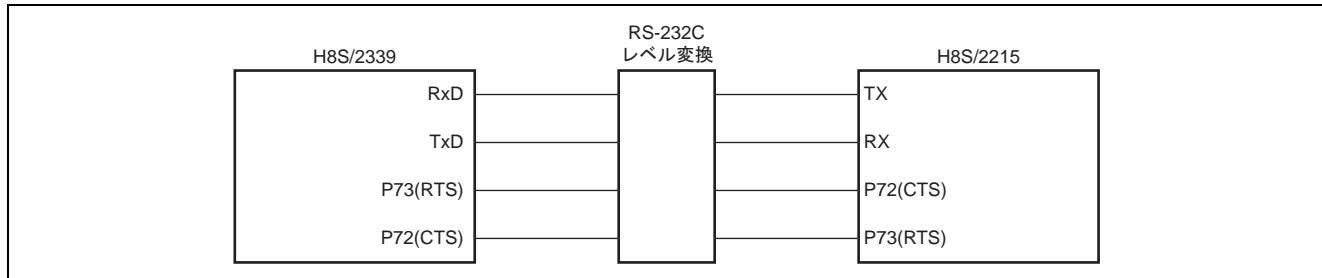

図 1 H8S/2339 による調歩同期式 SCI ブロック図
- (1) 図 1 に示すように H8S/2339 – H8S/2215 間で、1 バイトのデータを調歩同期式で送受信します。
- (2) 転送フォーマットは 38400BPS , 8 ビットデータ , 1 ストップビットおよびノンパリティです。
- (3) RTS, CTS による通信制御を行ないます。